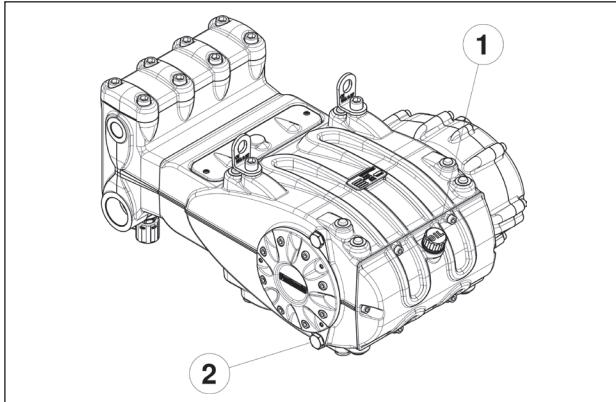

Abb. 1
Zum Ablassen des Öls den Öleinfüllverschluss Pos. ①, Abb. 1 und anschließend den Ölabblassverschluss abnehmen, Pos. ②, Abb. 1.